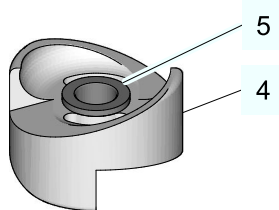

Abb.8: Rotor mit Buchse
3. Das Lager (5) von unten in den Rotor (4) einpressen Abb.8.